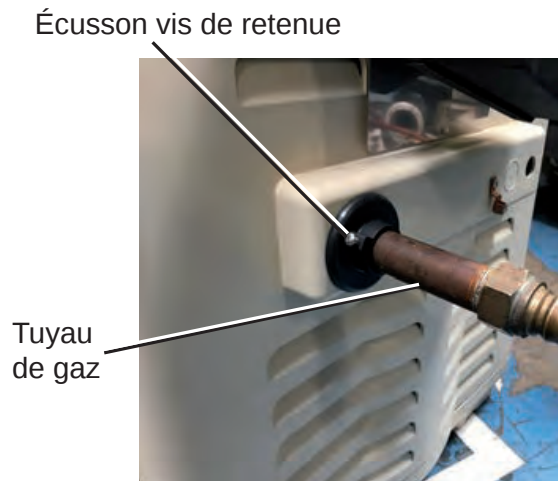

Figure 1. Écusse installée sur la conduite de gaz. Assurez-vous que l'écusse couvre l'ouverture circulaire du panneau de chauffage.
1. Placez l'écusse de la conduite de gaz sur la conduite de gaz, voir la figure 1